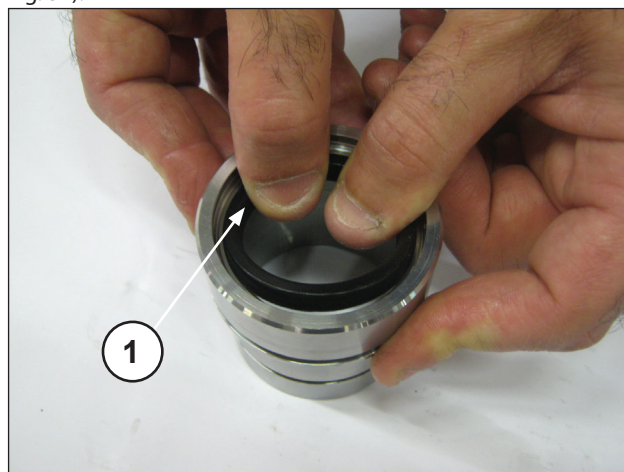
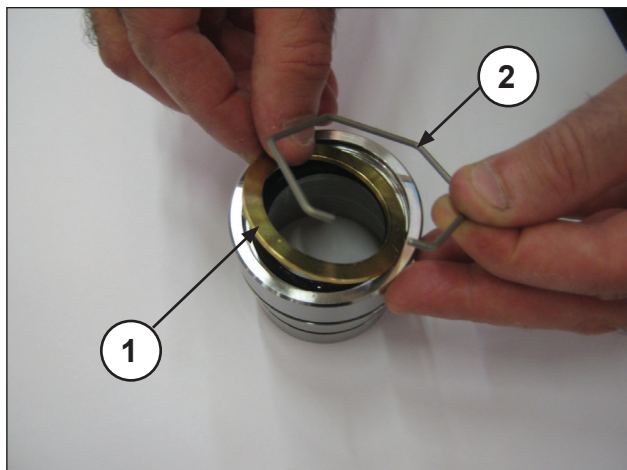
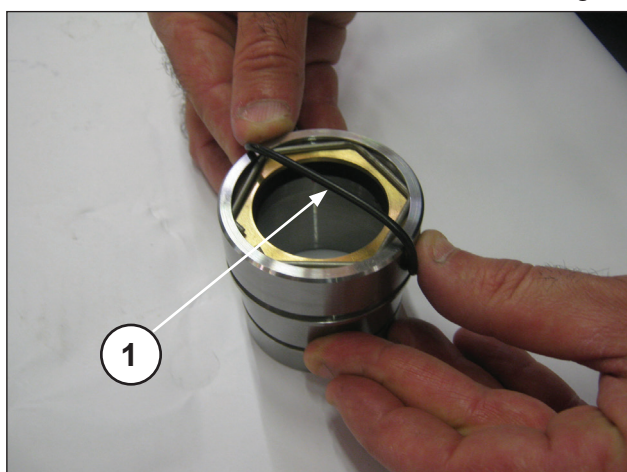

Fig. 52
Fig. 53
Fig. 54
Placer la garniture mécanique d'étanchéité dans le support des segments (rep. ①, Fig. 52) en prenant garde au sens de montage de la lèvre d'étanchéité qui doit être orientée vers l'avant (vers la culasse). Placer ensuite le joint d'étanchéité, le circlip d'arrêt (rep. ①②, Fig. 53) et le joint torique (rep. ①, Fig. 54).